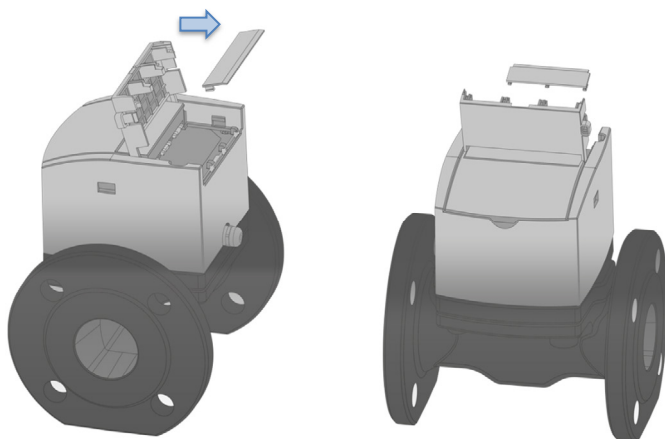

Abb. 29: Austauschen der Schutzabdeckung zum Hinzufügen eines neuen Moduls
Schritt 2: Schutzabdeckung am Moduldeckel austauschen, siehe Abb. 29.
Sollen weitere NFC-Module in den Zähler eingebaut werden, muss die Schutzabdeckung auf dem Moduldeckel ausgetauscht werden. Entfernen Sie die Abdeckung vom geöffneten Moduldeckel, indem Sie sie, wie in Abb. 29. gezeigt, nach aussen ziehen. Es sind separate Modulabdeckungen für einen, zwei oder drei Steckplätze erhältlich. Wenn ein Modul auf den Zähler gesetzt werden soll, müssen die beiden verbleibenden Steckplätze abgedeckt werden. Wenn zwei Module auf dem Messgerät platziert werden, muss nur ein verbleibender Steckplatz abgedeckt werden. Verbinden Sie die geeignete Schutzabdeckung mit dem Moduldeckel, so dass die NFC-Steckplätze, auf die ein Modul gesetzt werden soll, nicht abgedeckt werden. Die Abdeckung rastet beim Aufschieben auf den Moduldeckel ein.